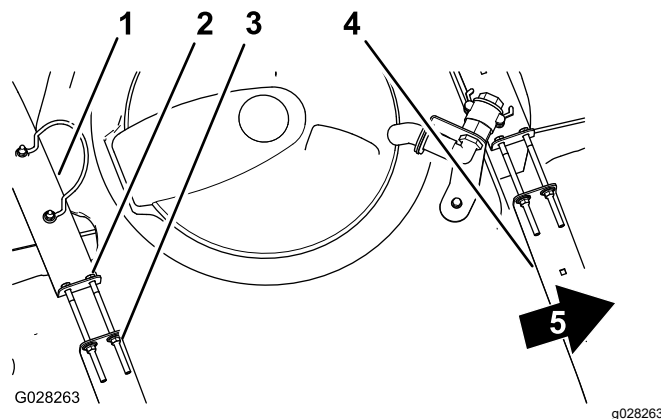

Figura 26
3. Si los flejes tienen holgura, apriete las contratuercas con arandela prensada y los pernos del extremo superior de los flejes hasta que los flejes queden apretados contra la superficie del depósito (Figura 26).
2. Compruebe si hay holgura entre los flejes y el depósito (Figura 26).